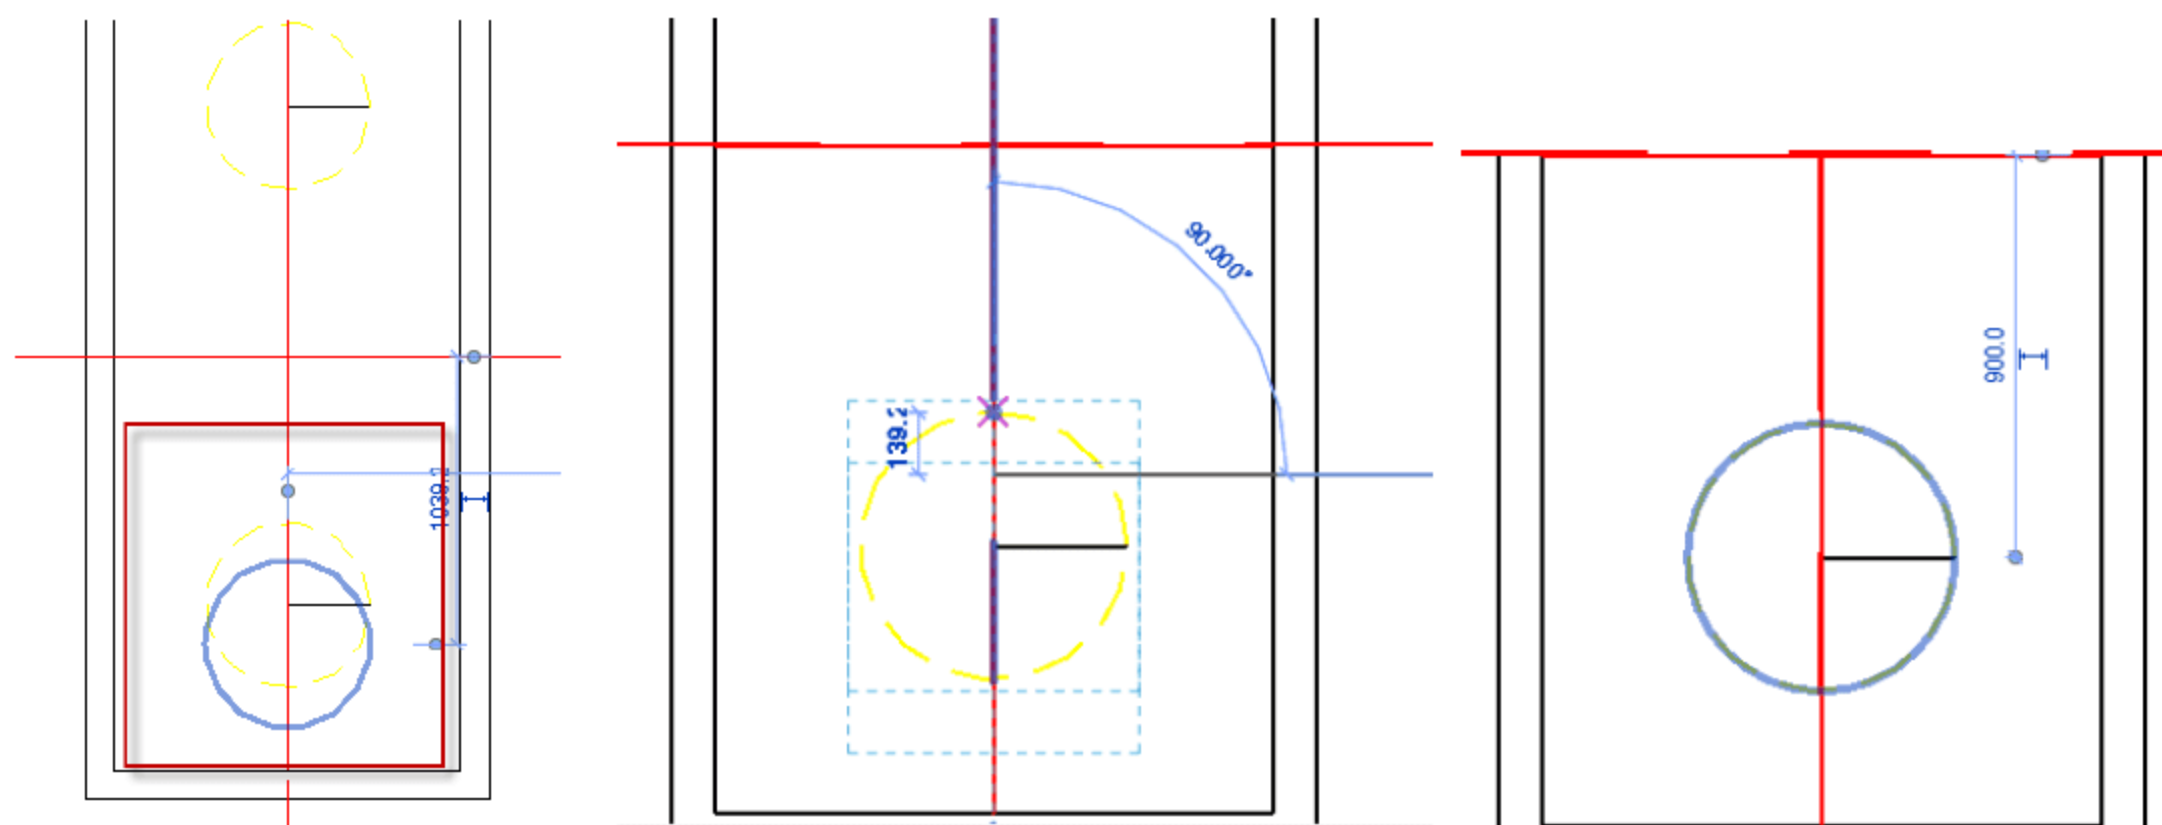

图 2.2.22 修正偏差桩
(6) 在桩族插入承台族中，由于桩过多，插入承台族时，容易产生偏差。当插入点发生偏差时，可以按快捷键 M+V，将桩族移到对应位置，如图 2.2.22 所示。对于同类型承台，也可以按快捷键 C+O，进行复制。